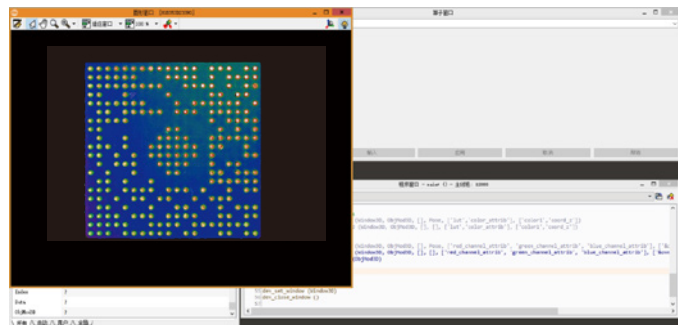

图3.73 运行Halcon示例代码示意
c) 依次打开“02_Binary->05_SizectorS_GenICam”文件夹, 运行【MUST】SetEnviroment-Path。打开“Demo_Halcon”文件夹, 运行“SizectorStart”文件。按下“F5”, 相机连续拍摄, 如图 3.73。